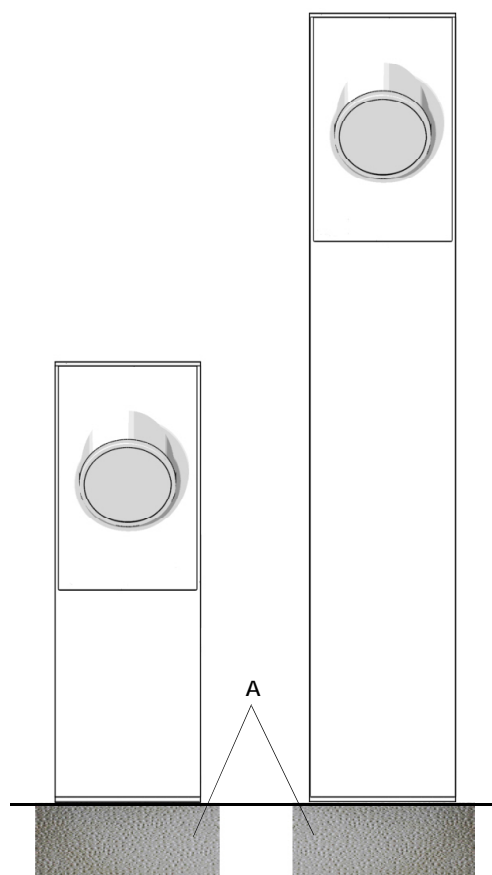

Fig.1
N.B.: L'apparecchio necessita di una base in calcestruzzo A (fig.1). Non posizionare la base in zone soggette al ristagno di acqua.
N.B.: L'appareil doit être installé sur une base en béton A (fig.1). Ne pas positionner la base dans des zones soumises à la stagnation d'eau.
N.B.: The fixture must be installed on a concrete base A (fig.1). Do not place the base in areas subject to water stagnation.
ANMERKUNG: Das Gerät erfordert einen Unterbeton A (Abb.1). Den Unterbeton in Zonen, wo Wasserstauungen auftreten können, nicht positionieren.
NOTA: El aparato necesita una base de hormigón A (fig.1). No poner la base en áreas donde haya agua estancada.